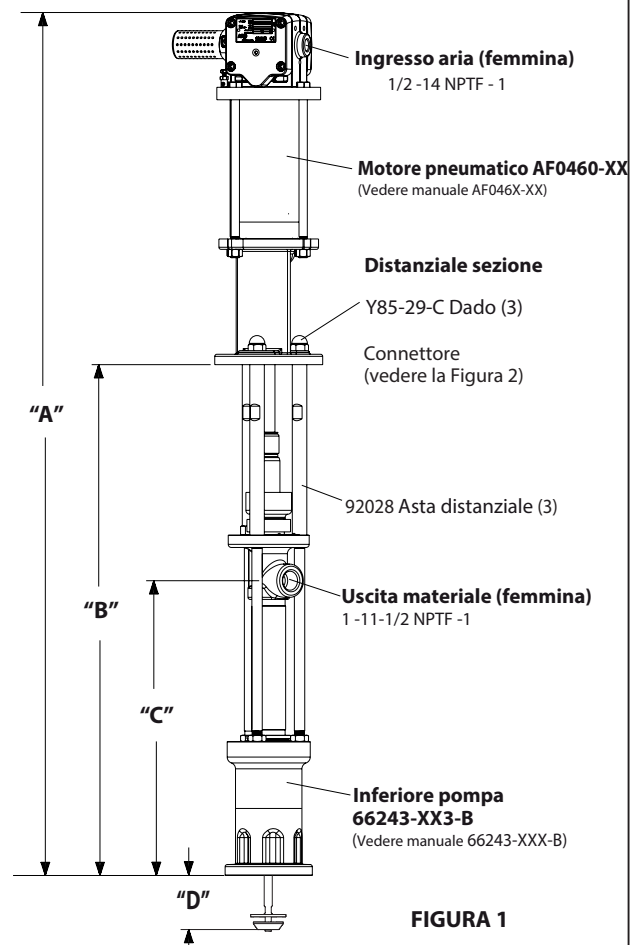

FIGURA 1
- Rimuovere i tre dadi (Y85-29-C) dalle tre barre distanziali (vedere la Figura 1).